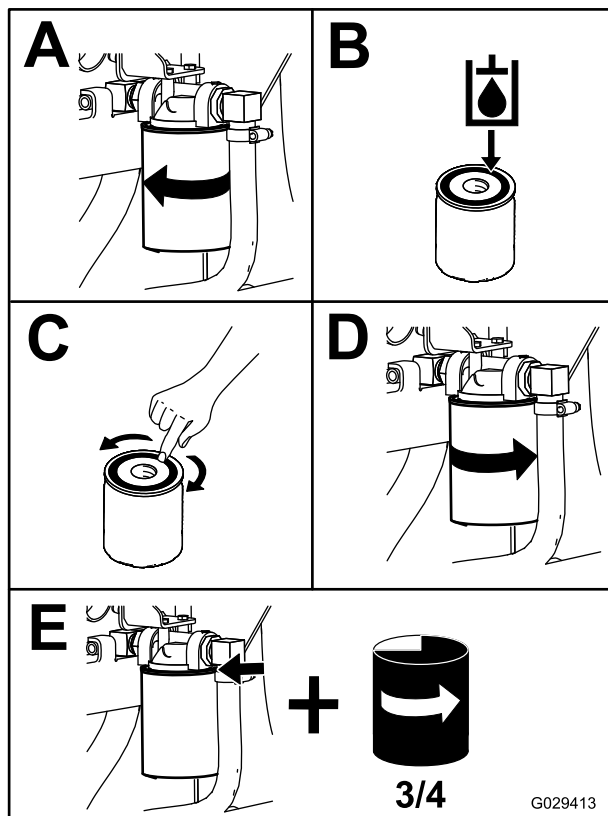

Рисунок 61
4. Поместите сливной поддон под фильтр, а затем замените фильтр (Рисунок 61).